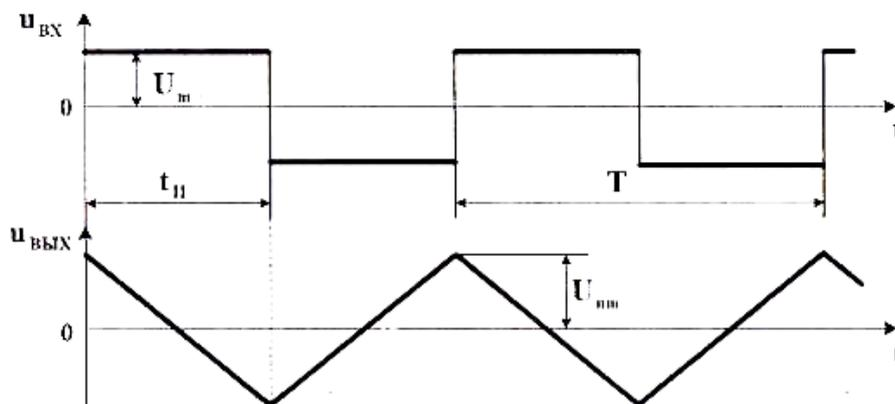

Рис. 5
При периодическом прямоугольном входном сигнале напряжение на выходе интегратора имеет пилообразную форму с амплитудой $U_{\text{пнм}}$ (рис. 5).
Для интервала времени $t_{\text{И}}$ (рис. 5) подставим в уравнение (1):
б) исследовать работу интегратора в режиме генератора пилообразного напряжения (рис. 5). Для этого на функциональном генераторе установить прямоугольное знакопеременное напряжение с заданной частотой f и амплитудой U_m , рассчитанной по формуле (2). Напряжение на входе $U_{вх}$ и выходе $U_{вых}$ контролировать при помощи осциллографа. При необходимости подстроить потенциометром $RP1$ амплитуду U_m знакопеременного прямоугольного сигнала так, чтобы пилообразный выходной сигнал интегратора стал симметричным относительно нуля с амплитудой $U_{nm} = U_{вых \max}$. Зарисовать осциллограммы $u_{вх}(t)$ и $u_{вых}(t)$. Сравнить полученные результаты с расчетом по значениям U_m, f, U_{nm} .